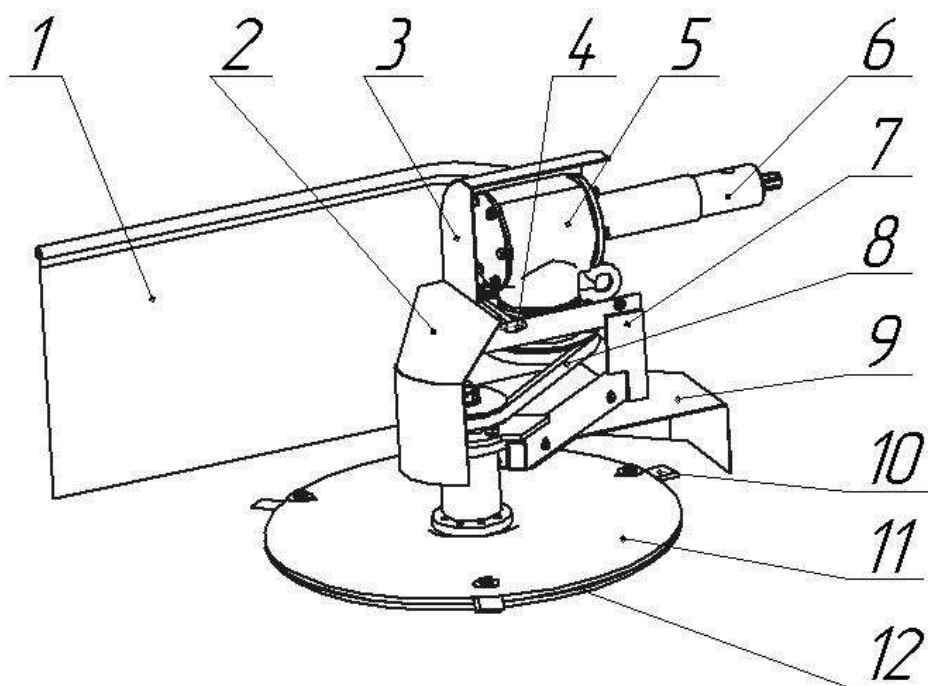

Рисунок 1 – Косилка роторная КРМ-1
5.1 Присоединение косилки (рисунок 1) к мотоблоку осуществляется с помощью хвостовика 6 редуктора 5.
5.3 Скашивание травы осуществляется при помощи трех вращающихся ножей 10 (рисунок 1), установленных между диском нижним 12 и диском 11. Направление вращения – по часовой стрелке при взгляде сверху.